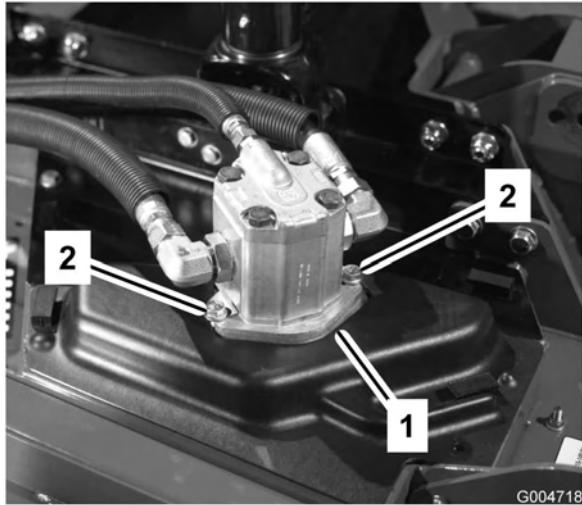

Figure 66
- Enlevez les boulons qui fixent le moteur hydraulique au plateau de coupe (Figure 66). Soulevez le moteur et placez-le sur le dessus du plateau de coupe.